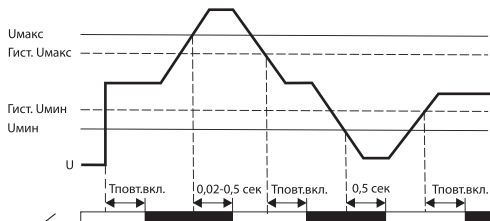

Рисунок 3. Схема работы реле PHP-01, PHP-02
6.2. При расчете напряжения повторного подключения следует учитывать гистерезис, который для РНР-02 для верхнего значения напряжения составляет 5 В, для нижнего – 3 В (рисунок 3). Например, при установке верхнего значения напряжения 265 В, нагрузка вновь подключится при напряжении 265 В - 5 В = 260 В.